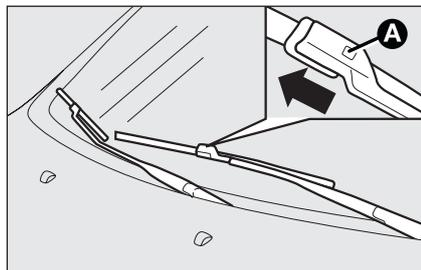

fig. 16
- premere la linguetta **A**-fig. 16 della molla di aggancio ed estrarre dal braccio la spazzola;